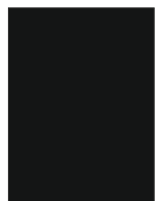

Рис. 8
2.4. Ячейка РТК. Представляет из себя параллелепипед размером 332,5 на 445 на 200 мм, напечатанный на поле или сделанный из ПВХ, черного цвета (S-0 M-0 Y-0 K-100) (Рис. 8).